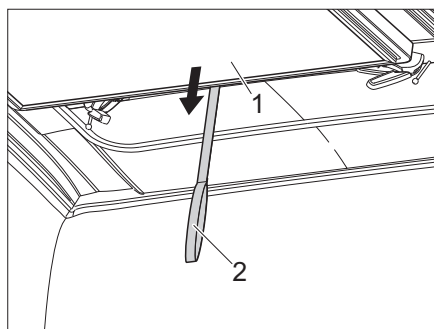

Figura 7 Tirar de la superficie de reposo hacia abajo
- Tirar la superficie de reposo (Figura 7,1) de la correa (Figura 7,2) hacia abajo.
- ▷ Antes de cerrar el techo elevable, tirar de la superficie de reposo (Figura 7,1) hacia abajo. **No** tirar de la superficie de reposo y del techo elevable al mismo tiempo hacia abajo.